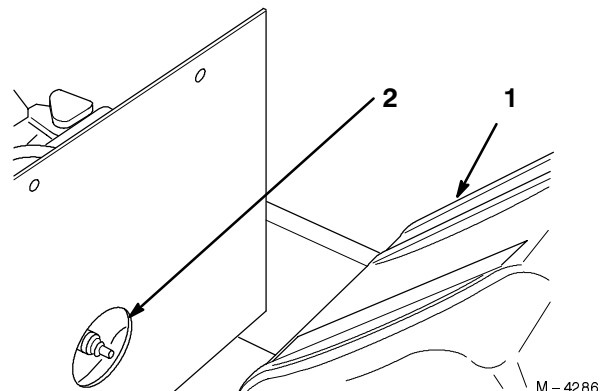

Figure 21
3. Vous devez déposer le réservoir de carburant pour accéder à la bougie arrière (Fig. 21).
3. Connectez les fils aux bougies (Fig. 21).